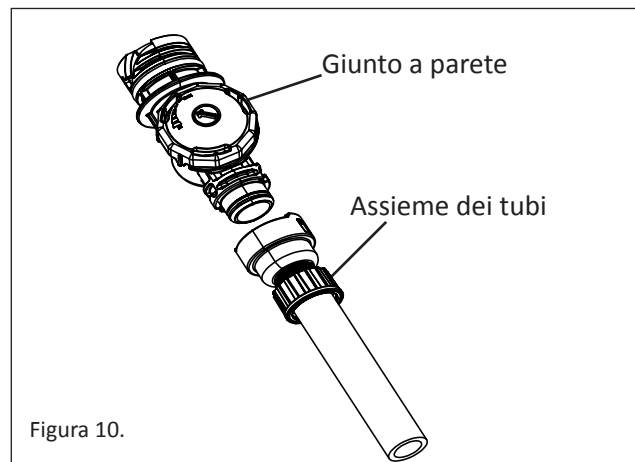

Figura 10.
1. Collegare l'assieme del tubo al giunto a parete. **Vedere figura 10.** Dopodiché, collegare il giunto a parete (con il tubo) all'adattatore a parete. **Vedere figura 10.** Prendere l'estremità opposta dell'assieme dei tubi e raggiungere il punto più lontano dall'adattatore a parete della piscina. **Per evitare di allungare eccessivamente il tubo, appoggiarlo sulla superficie dell'acqua della piscina.** Misurare la lunghezza in eccesso del tubo (la parte che si estende oltre il bordo della piscina). In tal modo si stabilisce la lunghezza del tubo da tagliare dalle sezioni 2 e 3.